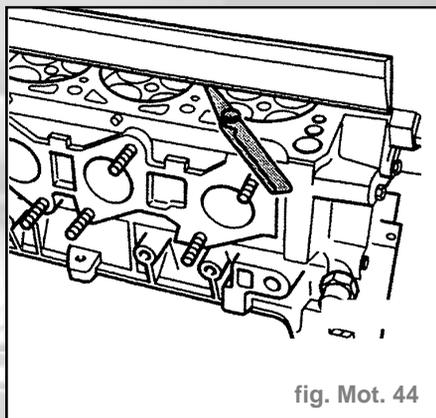

fig. Mot. 44
- Contrôler la planéité de la culasse à l'aide d'une règle et d'un jeu de cales (fig. mot. 44).